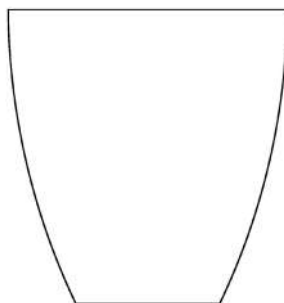

Рис. 130. Тигли из кварцевого стекла
2. **Тигли из кварцевого стекла** (рис. 130), имеют важное преимущество перед аналогами из многих других материалов: они исключительно термостойки, причем не трескаются при быстром охлаждении и повторном нагревании. Тигель подходит для нагревания и плавления в нем веществ и материалов, имеющих нейтральную или кислотную реакцию. Его нельзя использовать для работы со щелочами и с плавиковой кислотой, а ортофосфорную кислоту нельзя нагревать в нем сильнее 300 °С. Подавляющее большинство остальных веществ и аналитических растворов можно нагревать в этом высоком тигле, и он не корродирует и не потрескается даже при интенсивной эксплуатации.